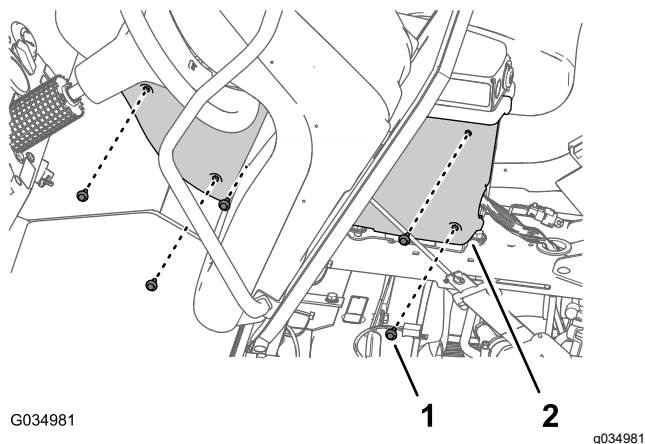

図 98
- 前に取り外した (図 98) フランジヘッド ボルト (1/4 x 3/4") 5本を使ってカバーをセンターコンソールに取り付け、ボルトを 520 678 N・cm (0.560.73kgm) でトルク締めする。